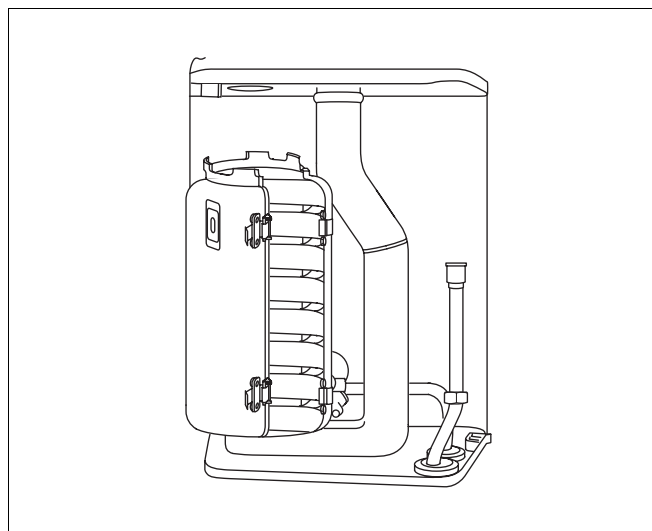

Abb. 44 Schnappverschlüsse (Halbschale)
- Vordere Halbschale des Verbrennungsraums abnehmen (Abb. 44). Dazu Schnappverschlüsse lösen (vier Stück).
- Vordere Halbschale der Verbrennungsraum entfernen (Abb. 44). Dazu Schnappverschlüsse lösen (vier Stück).